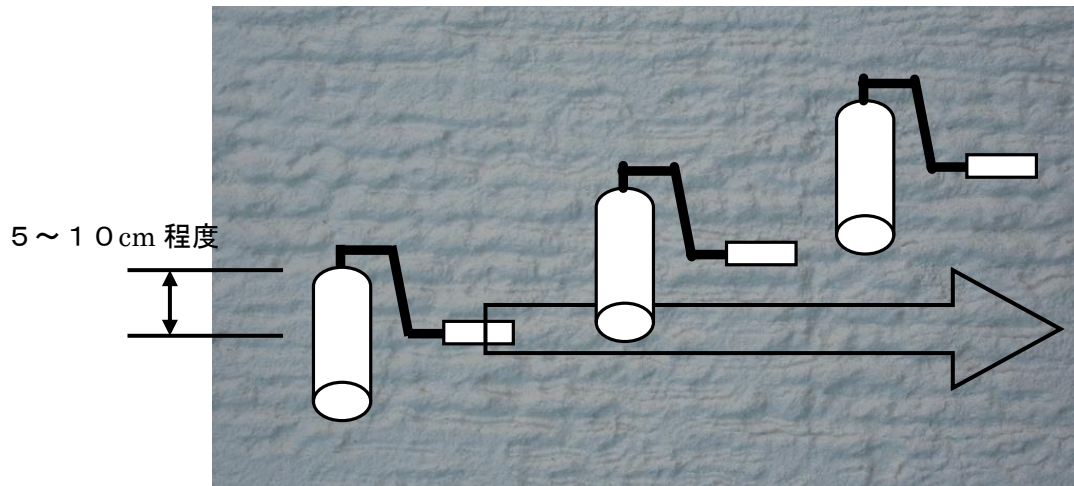

図3
- ・配り塗りしたジョリパットが乾燥しないうちに、JR-188を横方向に転がしパターン付けを行う(図3)。